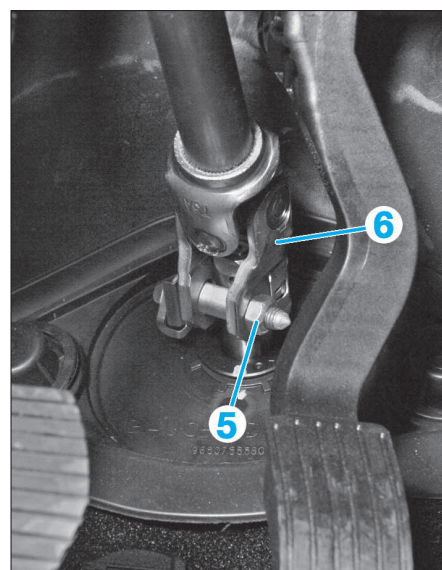

FIG. 14
- Déposer le clip de sécurité bloquant la vis (5) (Fig.14).